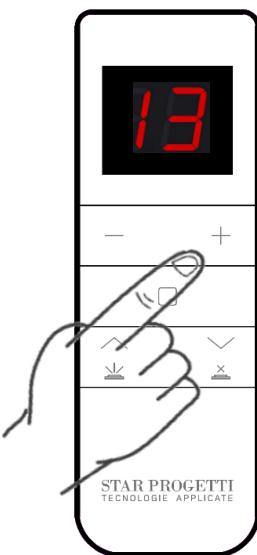

Fig.3
- utilice los botones "+" y "-" para seleccionar el canal 13 (Fig. 3) e inmediatamente después pulse el botón como se muestra en la Fig. 4